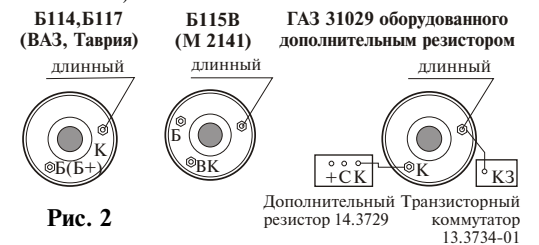

Рис. 2
Карбюраторный двигатель - длинный желтый провод выведите под капот и подключите к выводу катушки зажигания, соединенному с прерывателем (для контактной системы зажигания) Рис. 2.
- коммутатором (для бесконтактной системы зажигания) Рис. 2